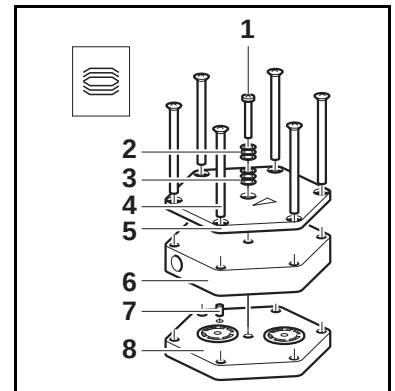

Fig. 7: Montar el cabezal de bomba
1. Aflojar manualmente las tuercas de racor (2) en la conexión neumática del cabezal (3). Girar el racor angular roscado (1) del cabezal de bomba (4) en sentido contrario a las agujas del reloj hasta que el tubo flexible de conexión se pueda extraer.
2. En ambos cabezales de bomba, marcar la placa de presión (Fig. 7/5), la tapa de cabezal (Fig. 7/6), la placa intermedia (Fig. 7/8) y el soporte de la membrana trazando una línea continua con el rotulador. Así se impide que las piezas se monten después incorrectamente.
2. Colocar la placa intermedia (8) en el soporte con placas de válvula/juntas según la línea de rotulador.
3. Colocar la tapa de cabezal (6) según la clavija de ajuste (7) sobre la placa intermedia (8).
4. Colocar la placa de presión (5) sobre la tapa de cabezal (6) según la línea de rotulador.
5. Apretar los tornillos (4) en cruz.
6. Colocar el tornillo (1) en el centro de la placa de presión (5) con resortes (2, 3). Observar para ello la correcta disposición de los resortes (véase la Fig 7).
7. Apretar el tornillo (1) hasta que la cabeza de tornillo esté enrasada. Apretar el tornillo media vuelta más.
Membrana y placas de válvula/juntas cambiadas	→ Asegurarse de que se han insertado las arandelas de ajuste en la rosca de membrana. → Comprobar la hermeticidad de la conexión del cabezal y las conexiones de tubo flexible. → En caso necesario, apretar en cruz y con cuidado los tornillos externos (Fig. 7/4) de la placa de presión.